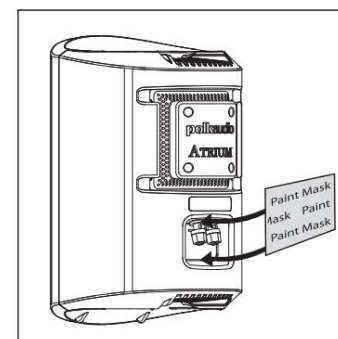
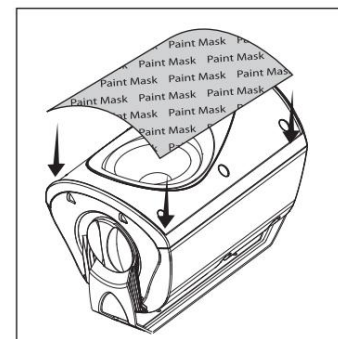

FIGURA 6: Mascăți bornele de conectare din spatele difuzorului.
FIGURA 7: Mascăți driverul și deflectorii.
2. Mascăți bornele de conectare de pe spatele difuzorului [figura 6], panourile de capăt și butoanele suporturilor și mascați cu grijă partea din față a difuzoarelor pentru a proteja difuzoarele și deflectorii în timpul vopsirii [figura 7]. Grila are un logo pe ea, pe care îl puteți masca dacă alegeți să nu îl vopsiți.